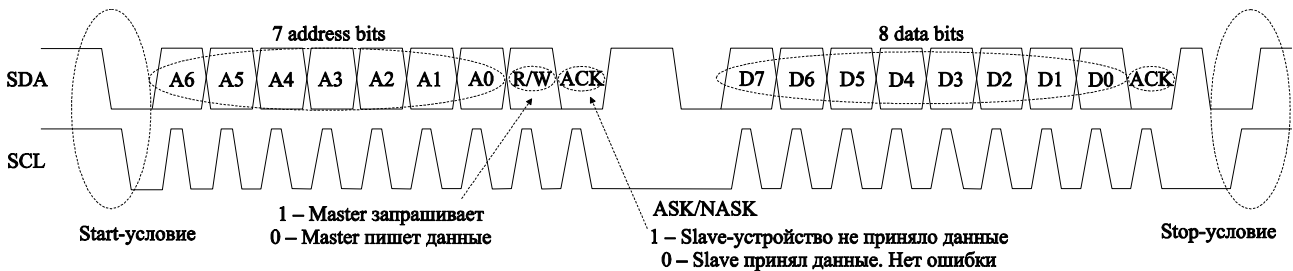

Рис. 3.12 – Передача данных по стандарту I2C
1. Передача данных от главного передатчика к подчиненному приемнику, т. е. запись данных (рис. 3.12).